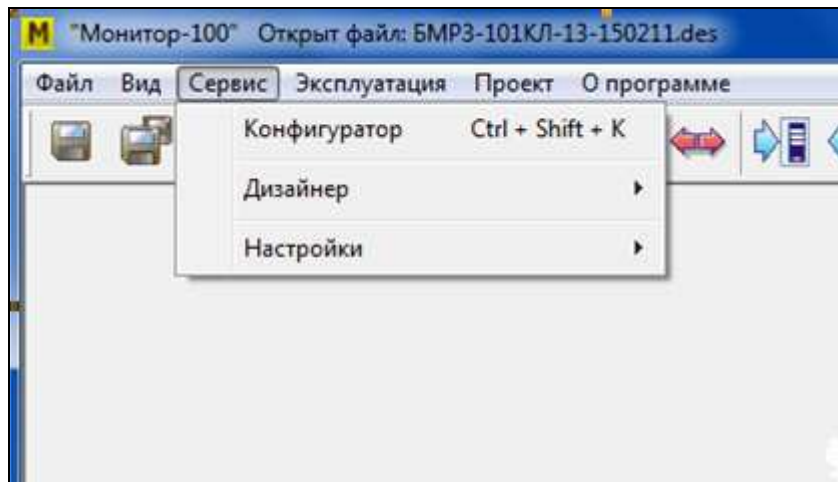

Рисунок 23
3.1.2.4 Пункт «Сервис» (рисунок 23) главного меню Про «Монитор-100» содержит подпункты: